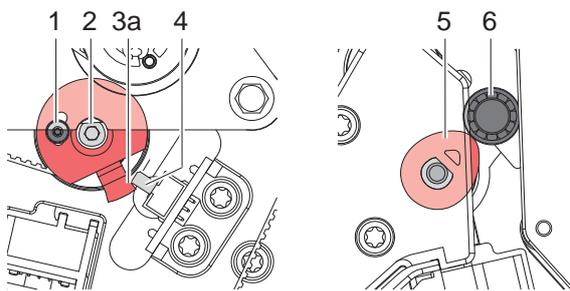
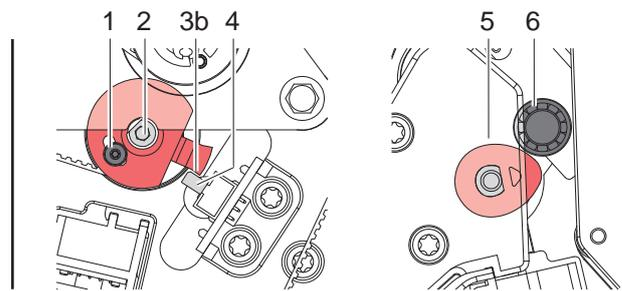

Bild 29 Exzenterstellung im Sparmodus
Bild 30 Exzenterstellung im Druckmodus
4. Schraube (1) an der Taktscheibe lockern.
5. Exzenterachse (2) so drehen, dass die Exzenter (5) den Druckkopf über die Kugellager (6) maximal anheben ▷ Bild 29.
6. Durch Drehen der Taktscheibe einen minimalen Spalt zwischen der Flanke (3a) und dem Sensorgehäuse (4) einstellen ▷ Bild 29.
7. Schraube (1) anziehen.
8. Exzenterachse (2) drehen, bis die Flanke (3b) neben dem anderen Rand des Sensorgehäuses steht ▷ Bild 30.